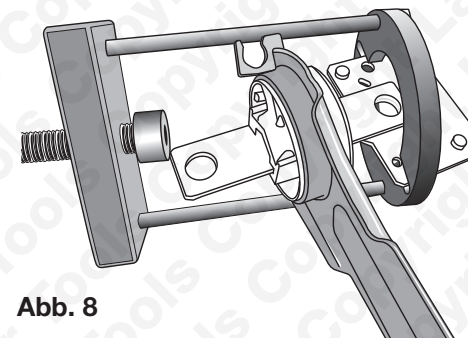
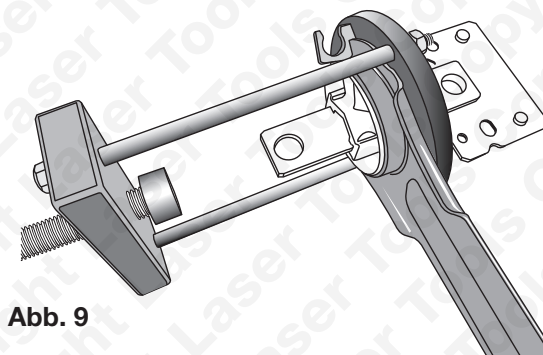

Abb. 8
Abb. 9
Opmerking: Voor het monteren en demonteren van het persframe bij de linkerbus van een Volvo met een bevestigingsplaat met dubbele afmeting, zie **afb. 8** en **afb. 9**. Houd het gereedschapsframe onder een hoek vast en gebruik de sleuven in de steuning van het persframe (4) om de steuning voorbij de busbevestigingsplaat te schuiven.